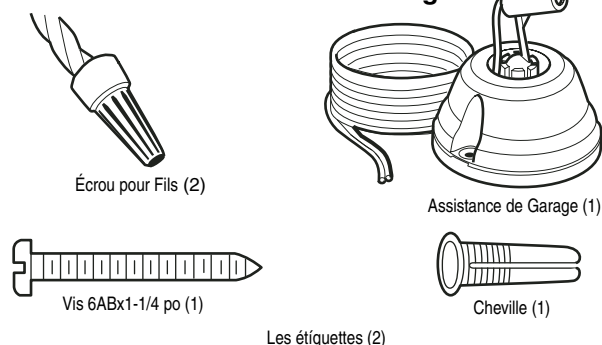

Figure 1
- Déterminer l'emplacement de montage sur le plafond, ou à proximité, et monter l'assistant de garage avec les vis et les chevilles fournies (Figure 1).